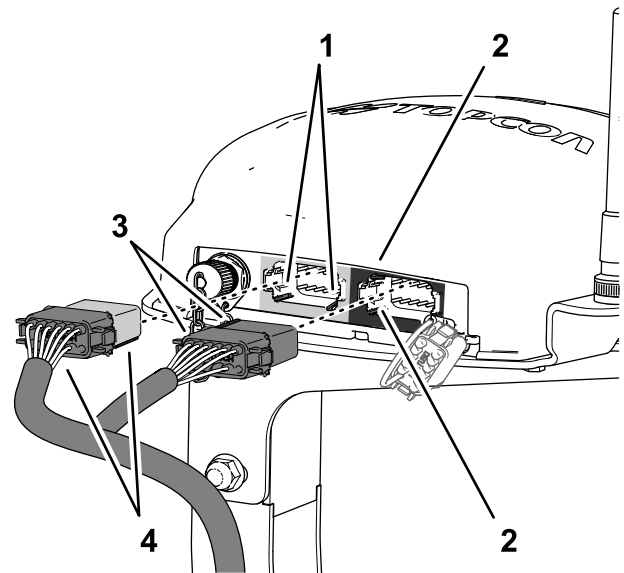

Figura 198
3. Alinee las 2 pestañas del lado largo del conector hembra de 12 vías gris y negro del arnés de datos con las 2 muescas guía del lado horizontal inferior del conector de 12 pines izquierdo (gris) del receptor de navegación (Figura 198).
4. Conecte el conector hembra de 12 vías gris y negro del arnés de datos al conector de 12 pines izquierdo (gris) del receptor de navegación hasta que los cierres del conector se enganchen firmemente (Figura 198).
5. Alinee las 2 pestañas del lado corto del conector hembra de 12 vías negro del arnés de datos con las 2 muescas del lado izquierdo vertical del conector de 12 pines derecho (negro) del receptor de navegación (Figura 198).
6. Conecte el conector hembra de 12 vías **negro liso** del arnés de datos al conector de 12 pines **izquierdo (negro)** del receptor de navegación hasta que los cierres del conector se enganchen firmemente (Figura 198).